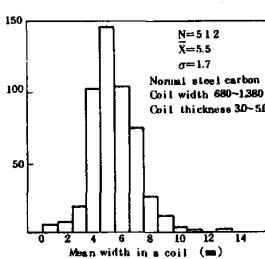

Fig. 4 Histogram of mean width in a coil
**III. 板幅精度** 本機能で使用している幅関連要素モデルは当社のモデルを現場実機データーを基にリファインしたものである。また油圧エッジヤーを活用したTOP, BOT部の幅落ち、バチ型減少制御、RAWC, コイラーネッキング補償等、各種幅制御機能を有している。図4はコイル内平均幅のヒストグラムである。